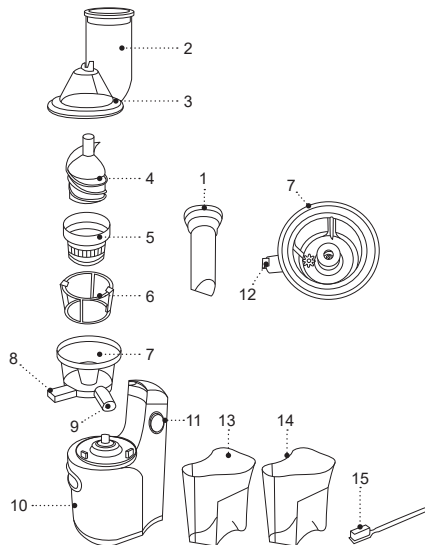
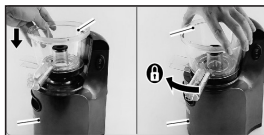

Рис. 1
Рис. 2
- Перед сборкой соковыжималки, убедитесь, что силиконовый уплотнитель (12), расположенный внутри рабочей чаши (7), установлен на место (рис. 1).
**Примечание:** силиконовый уплотнитель должен плотно входить в место его установки, в противном случае, во время работы сок может вытекать из рабочей чаши (7) и стать причиной повреждения соковыжималки.
- Установите рабочую чашу (7) на моторный блок (10) и поверните её по часовой стрелке до упора (рис. 2).